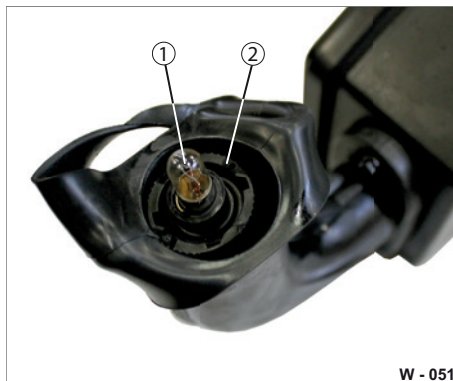

Abb. 49 Lampe wechseln
- ▶ Drehen Sie die defekte Lampe (Abb. 49/1) aus.